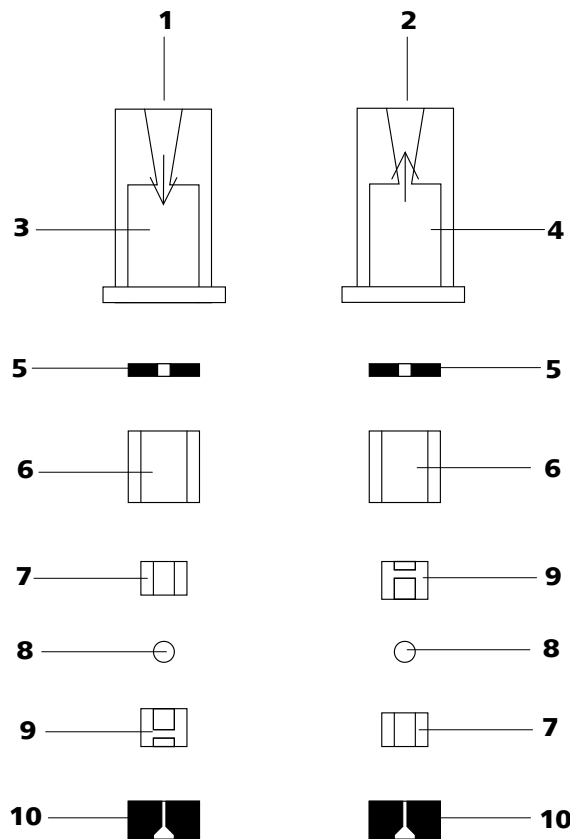

Abbildung 37 Bestandteile von Einlassventil und Auslassventil
- Einlassventil und Auslassventil bestehen aus den gleichen Bestandteilen, die nur unterschiedlich angeordnet sind (siehe Abbildung 37, Seite 72).
Ventilbestandteile *gemäss* Abbildung 37, Seite 72 wieder zusammensetzen.
- Die übrigen Ventilbestandteile in der richtigen Reihenfolge (*siehe Abbildung 37, Seite 72*) aufeinander legen
Ist dies nicht der Fall, muss das Ventil nochmals zerlegt und richtig zusammengesetzt werden (*siehe Abbildung 37, Seite 72*).